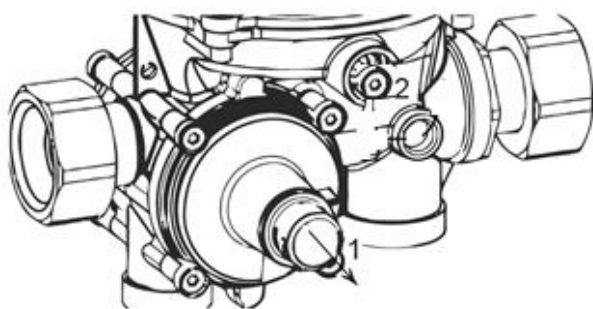

Рис. 3
2.3.4 Снимите защитный колпачок 1 и наверните его обратной стороной на шток (см. рис.3)